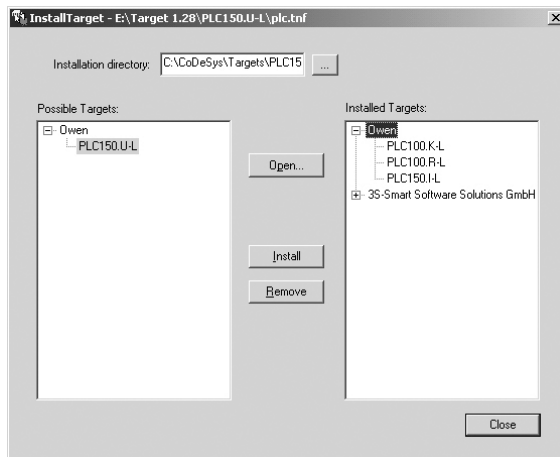

Рисунок 6.1 - Окно «InstallTarget» утилиты InstallTarget
1) В открывшемся при запуске утилиты **InstallTarget** окне (рис. 6.1) – нажать кнопку Open и указать путь доступа к инсталлируемому Target-файлу (имеющему расширение *.tnf, Target Information File). Target-файлы контроллеров ОВЕН ПЛК150 находятся на компакт-диске, поставляемом с контроллером, в папке «Target» или могут быть скачаны с сайта **www.owen.ru**. При скачивании с сайта папку с Target-файлами надо разархивировать и сохранить на жестком диске ПК.